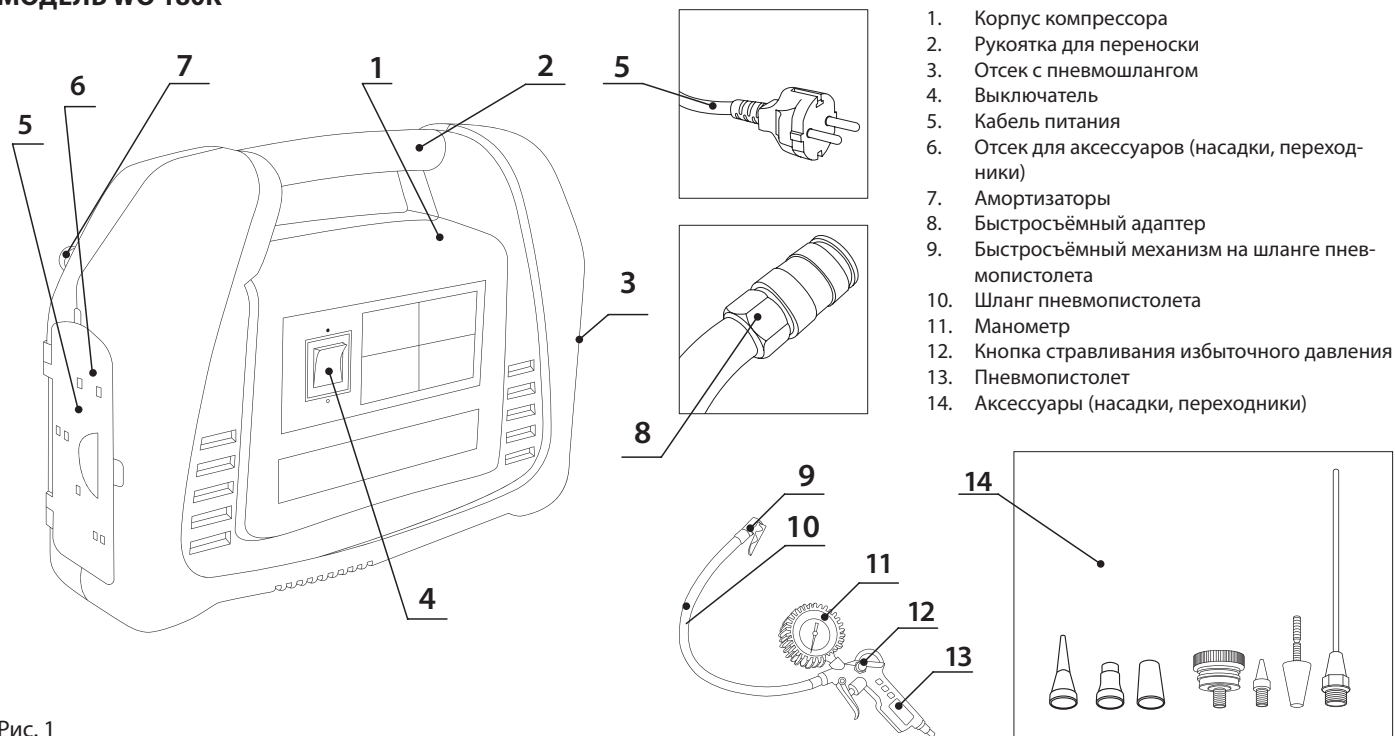

Рис. 1
Однофазный коллекторный двигатель, ремённая передача, эксцентриковый механизм и одноцилиндровый поршневой компрессор закреплены на металлическом суппорте и закрыты пластиковым корпусом компрессора (Рис. 1, п. 1). Вращение с якоря электродвигателя передаётся ремнём на шкив ведомый. Эксцентриковый механизм преобразует вращательное движение вала ведомого шкива в возвратно-поступательное движение штока с
поршнем. Сжатый в цилиндре воздух подаётся в выходной пневмошланг с максимальным давлением – 8 бар. Давление на выходе из пневмопистолета (Рис. 1, п. 13) отображается на манометре (Рис. 1, п. 11).
Клавиша выключателя (Рис. 1, п. 4) компрессора имеет два фиксированных положения: «On» – включено и «Off» – выключено.
- 6.5 Установите амортизаторы, если они не были установлены (Рис. 1, п. 7).
- 6.7 Обеспечьте свободный доступ к выключателю (Рис. 1, п. 4), выходному штуцеру (Рис. 1, п. 8). Для обеспечения хорошей вентиляции и эффективного охлаждения необходимо, чтобы компрессор находился на расстоянии не менее 1 м от стены.